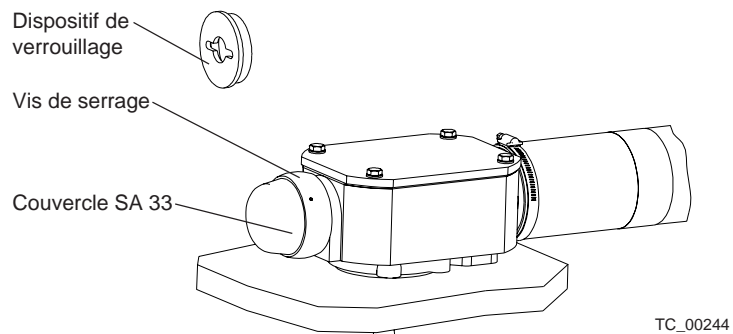

Fig. 39f.
5. Démontez le dispositif de verrouillage de l'engrenage conique du carter du commutateur en enlevant les deux vis de pression (voir fig. 39f).
14. Démontez le dispositif de verrouillage de l'engrenage conique du carter du commutateur en enlevant les deux vis de pression (voir fig. 39f).